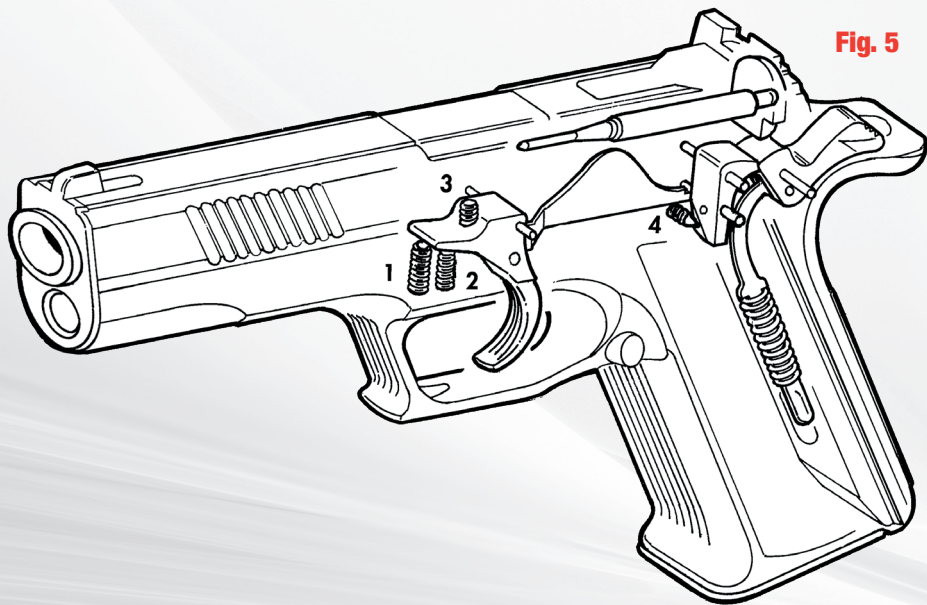

Fig. 5
1. **Fig. 5** Agendo in senso orario sulla vite posta all'interno della vite 1 si aumenta il peso del 2° tempo di scatto.